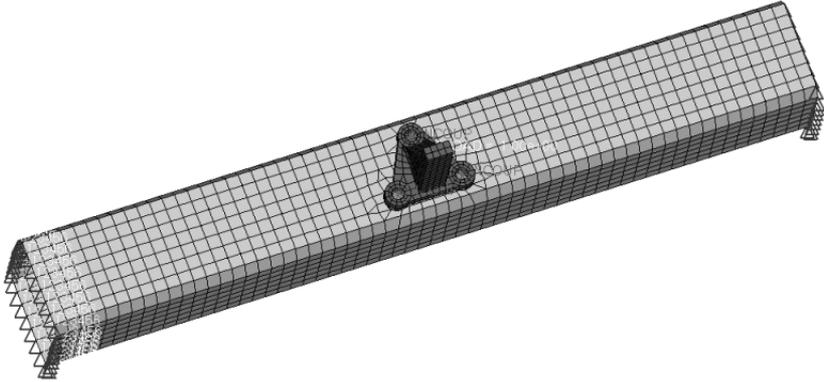

图 10-6 旋转模型视角
- (1) 在树中选择 Distributed loads。
- (2) 在 Distributed loads 的扩展菜单中选择 DLOAD。右边出现一组新的窗口。
- (3) 在 Define tab 中选择 Element sets。弹出 element sets 窗口。
- (4) 使用鼠标控制，旋转模型到图 10-6 所示视角。